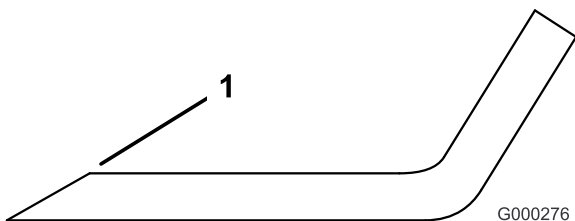

Figure 79
1. Au moyen d'une lime, aiguisez les tranchants aux deux extrémités de la lame (Figure 79) Veillez à conserver l'angle de coupe d'origine. Limez la même quantité de métal sur chacun des deux tranchants pour ne pas déséquilibrer la lame.